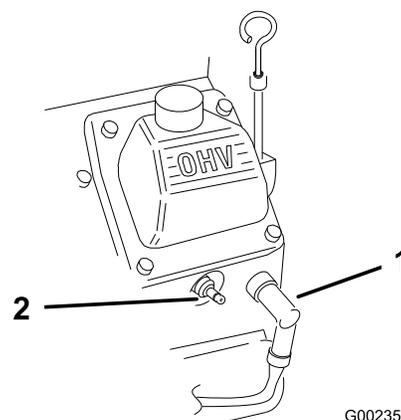

Figura 50
2. Desconecte los cables de las bujías (Figura 50).